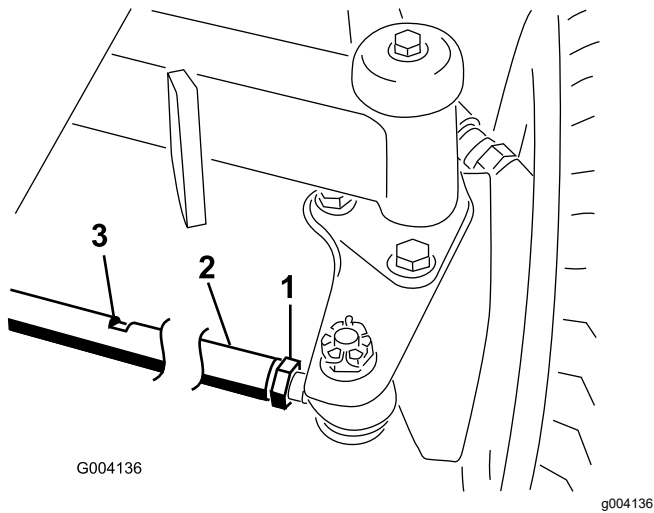

Figura 92
1. Afloje las contratuercas de ambos extremos del tirante (Figura 92).